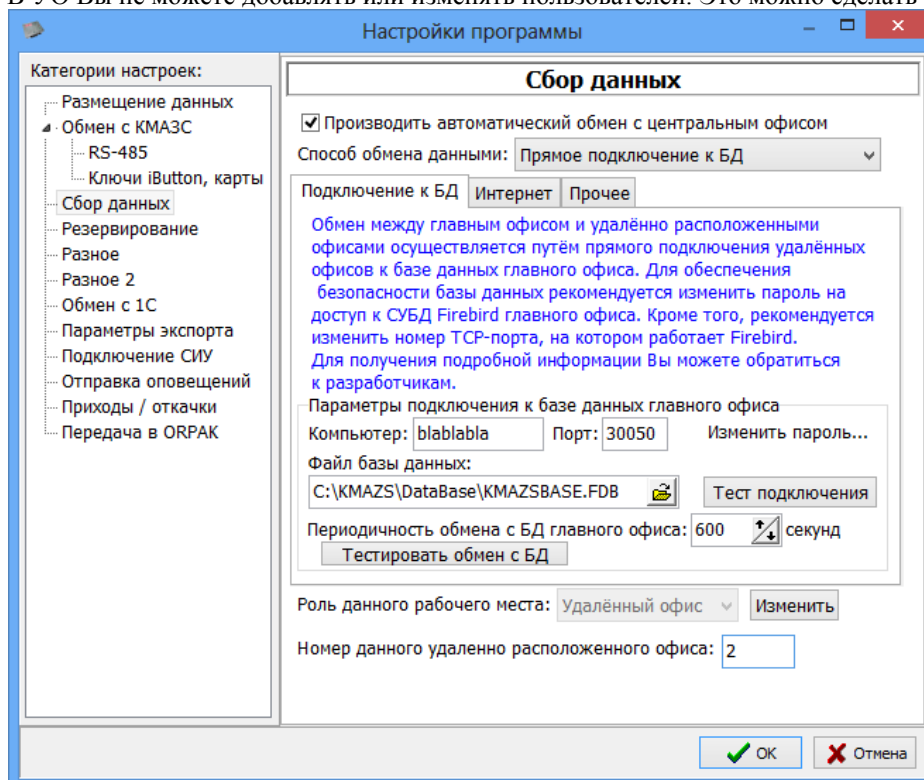

Рис.4
- 2.3. Открыть окно «Настройка программы» и перейти на страницу «Сбор данных» (рис.4). Задайте роль данного рабочего места «Удаленный офис» (нажмите «Изменить», далее выберите «Удаленный офис»)